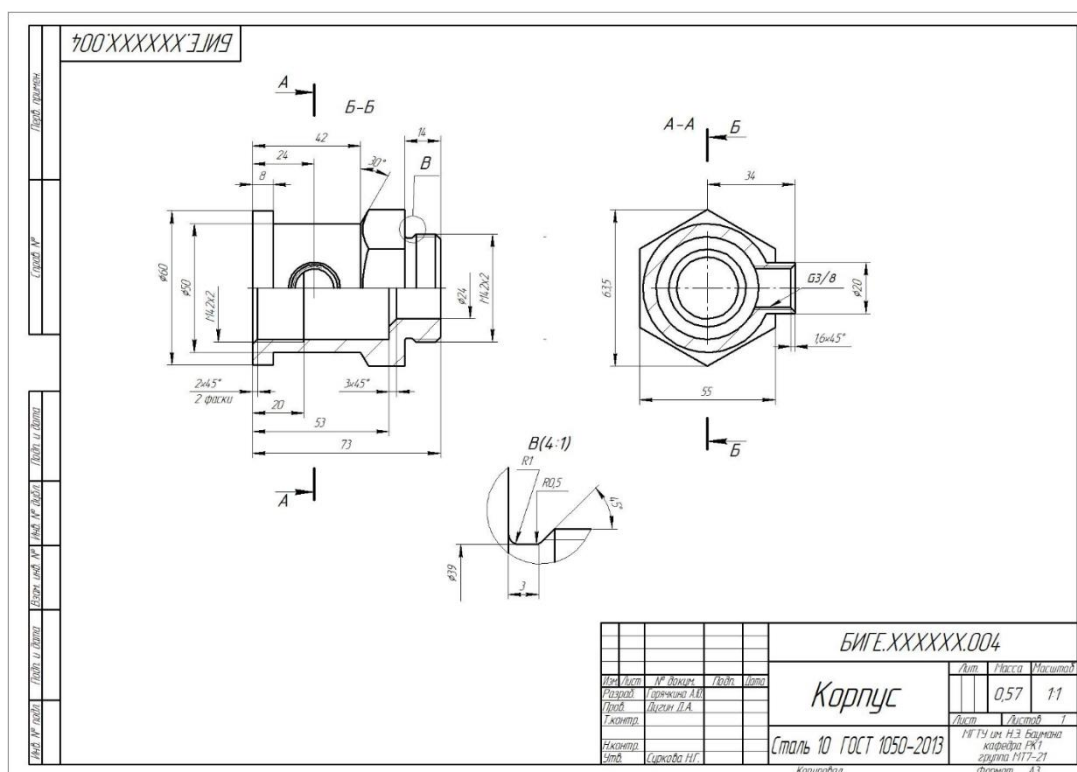

Рис. 1 Чертеж детали «Корпус»
- Для чертежа детали «Корпус» (рис. 1):